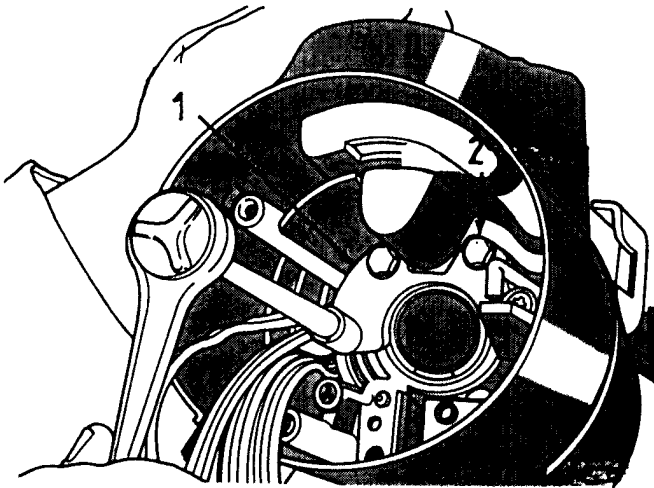

Bild 11 - Schließgehäuse-Halteschrauben
- (1) Reinigen Sie alle Teile.
- (2) Installieren Sie die Endabdeckung (schmieren Sie mit Servolenkungsflüssigkeit) und den Haltering wie gezeigt
- (3) Installieren Sie die Teile wie gezeigt.
- (8) Entfernen Sie die vier Schließgehäuse-an-Säulenverkleidungs-Sechskantkopf-Halteschrauben und entfernen Sie die Schließgehäuseplatte und das Gehäuse von der Verkleidung (Bild 11).